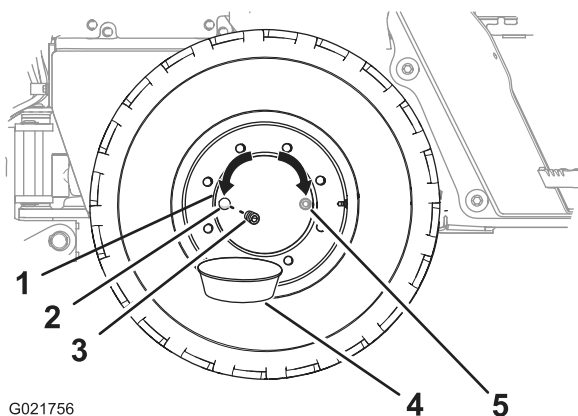

Figura 89
2. Mueva la máquina hacia adelante o hacia atrás hasta que el tapón del cubo de la rueda esté en la posición de las 3 o de las 9 (Figura 89).
4. Coloque un recipiente de vaciado debajo del orificio de vaciado del cubo de la rueda (Figura 89).
5. Retire el tapón del cubo de la rueda (Figura 89).
6. Compruebe que el nivel de aceite llega a la parte inferior de las roscas del orificio de aceite (Figura 89).
8. Instale el tapón en el orificio de aceite del cubo de la rueda (Figura 89).